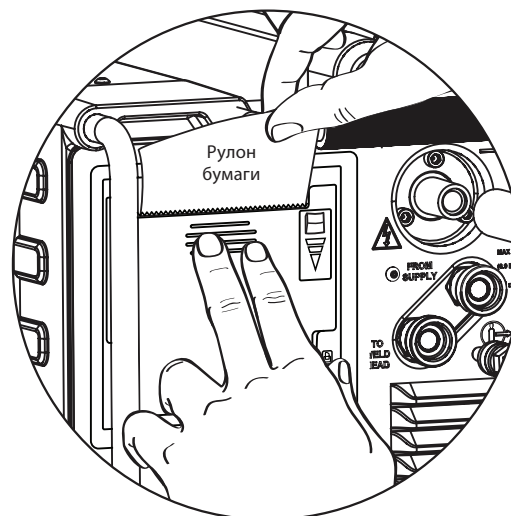

Рис. 54. Закрывание крышки принтера
5. При закрывании крышки принтера нажмите на ее центр двумя пальцами прямо под бумагой. Это обеспечит плотное закрытие крышки (рис. 54).